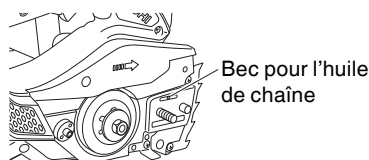

Fig. 39
3. Nettoyage du bec de l'huile de chaîne (Fig. 39) Avant de nettoyer le bec de l'huile de chaîne, retirez le capot latéral et le guide-chaîne.